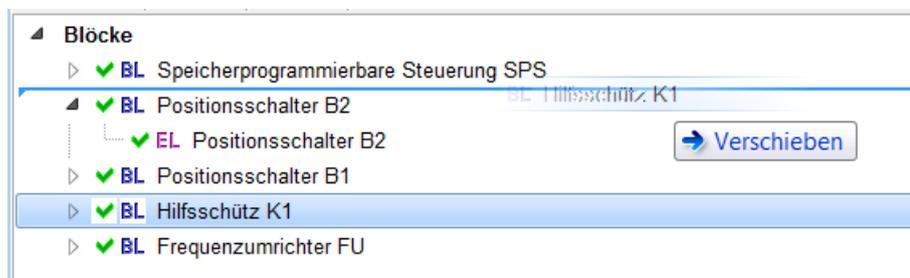

Abbildung 47: Objekt per „Drag and Drop“ umsortieren
- Verschieben eines Objekts per „Drag and Drop“ (wie in Abschnitt 11.2.5 beschrieben): Das zu sortierende Objekt wird beim Ablegen auf ein anderes Objekt – abhängig von dessen Listenposition – darüber oder darunter einsortiert (in Abbildung 47 wird der Block „K1“ vor „B2“ einsortiert).